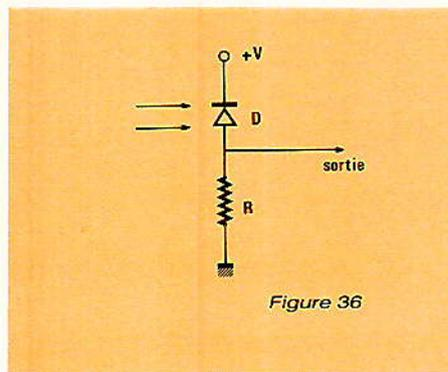

Figure 36
- la capacité  $C_j$  de la jonction. Avec la résistance de charge R du circuit extérieur, **figure 36**, elle forme une constante de temps  $RC_j$  qu'il convient de minimiser. Or, si S désigne la surface de la photodiode,  $\rho$  la résistivité du matériau,  $d$  l'épaisseur de la zone désertée, et V la tension inverse appliquée,  $C_j$  est de la forme :